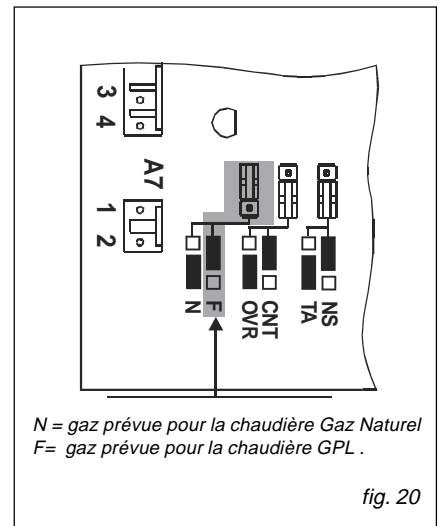

fig. 20
- remplacer les 15 injecteurs (1) du brûleur.
- remplacer le diaphragme (2) placé à la sortie de la vanne gaz (Voir tableau "Injecteurs - Diaphragmes - Pressions").
- accéder à la platine de modulation contenue dans le tableau électrique et positionner le pont sur **F** (fig. 20);
- accéder à la platine de modulation contenue dans le tableau électrique et positionner le pont sur **N** (fig. 20);